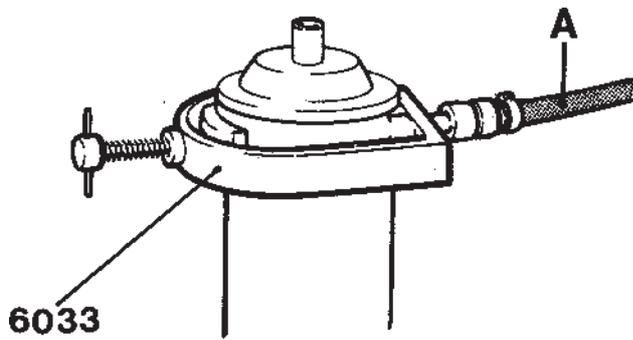

Fig. 184. Essai sous pression du refroidisseur d'huile, TD60, TID60
2. Monter l'étrier 6033, figure 184. Vérifier qu'il est bien étanche contre les joints toriques.